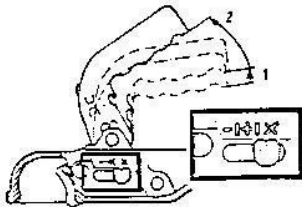

Fig. 1
3. El acoplamiento esférico abierto permite la conexión/desconexión a la bocha esférica del vehículo tractor. Esta posición se asegura con el indicador permaneciendo en la marca "x" (ver Fig. 1).